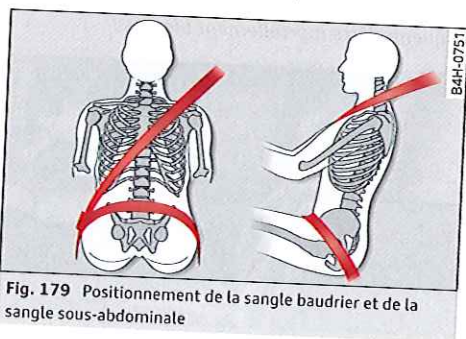

Fig. 179 Positionnement de la sangle boudier et de la sangle sous-abdominale
- La sangle boudier doit passer au milieu de l'épaule et doit bien s'appliquer contre le corps. Tirez régulièrement la sangle par le pêne devant la poitrine et posez-la le plus bas possible au niveau du bassin, de manière qu'elle n'exerce aucune pression sur l'abdomen. La sangle doit toujours être bien appliquée ➔ fig. 179. Le cas échéant, resserrez quelque peu la sangle.